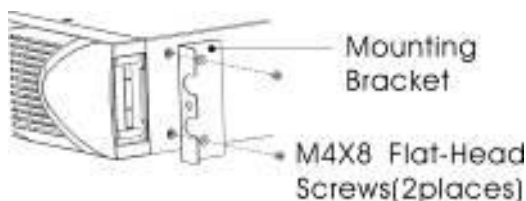

Figura 3 - Installazione delle staffe di montaggio
- i) Allineare le staffe di montaggio con i fori delle viti su ciascun lato dell'UPS e fissarle con le viti a testa piatta M4×8 in dotazione (vedere Figura 3)